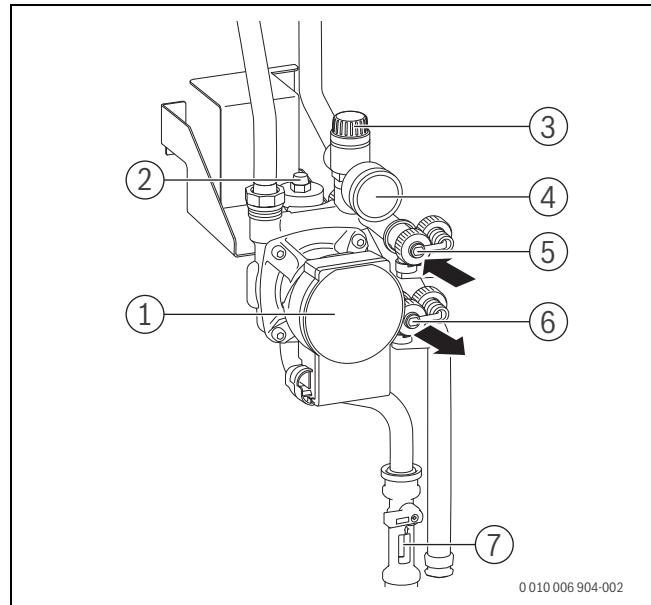

Bild 188 Übersicht Solargruppe
Befülleinrichtung an den Füll- und Entleerhahn der Solarpumpe (→ Bild 188) anschließen:
- Füll- und Entleerhahnen (→ Bild 188, [5] und [6]) öffnen.
- Während des Spülens den Füll- und Entleerhahn an der Saugseite (→ Bild 188, [6]) mehrmals kurzzeitig drosseln und anschließend schnell komplett öffnen. Dadurch können sich gestaute Luftblasen in der Rohrleitung lösen.